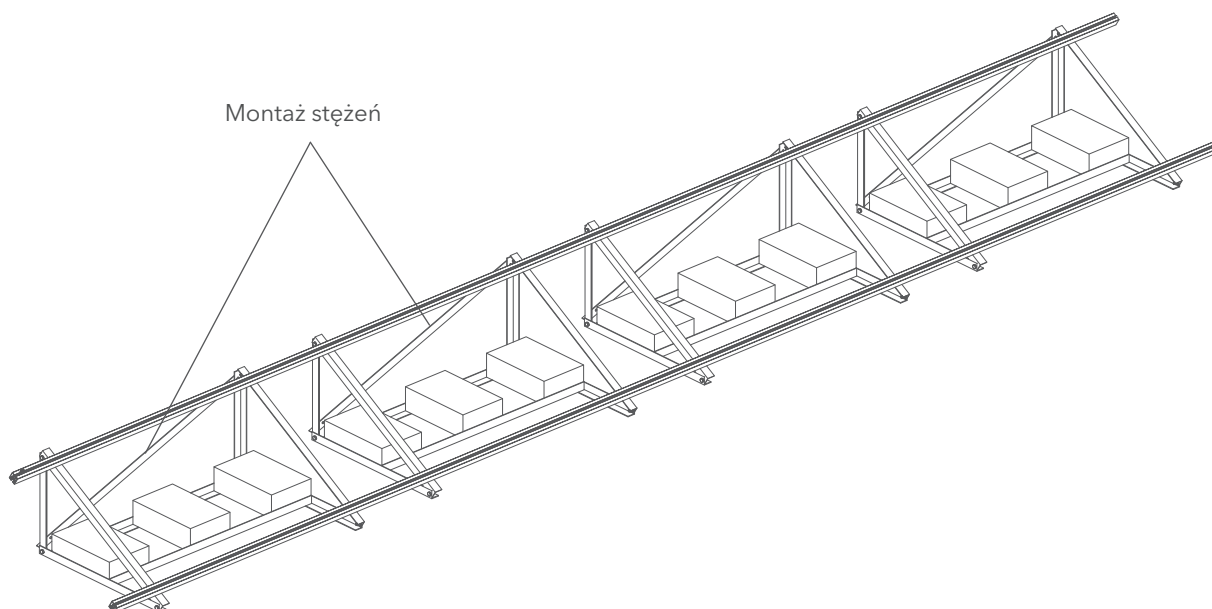

Rys. 5. Mocowanie szyny do trójkąta montażowego
- 4** Następnie, gdy są już zamocowane trójkąty montażowe, należy przeprowadzić przez jeden koniec szyny śrubę sześciokątną DIN933 M10x25, spasować ją z trójkątem montażowym i skręcić z nakrętką kołnierkową DIN6923 M10 (Rys. 5).